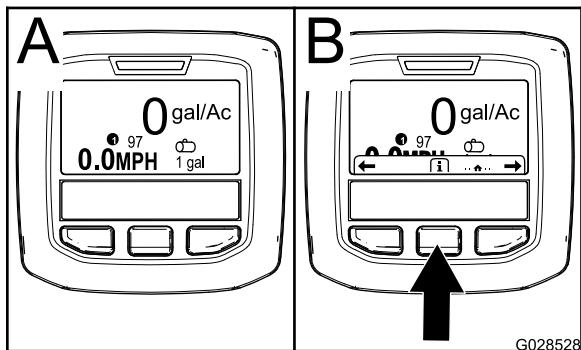

Figura 59
2. După aproximativ 15 secunde, apare ecranul iniial. Apăsai pe butonul central de selectare pentru a afia contextul informaional (Figura 59).